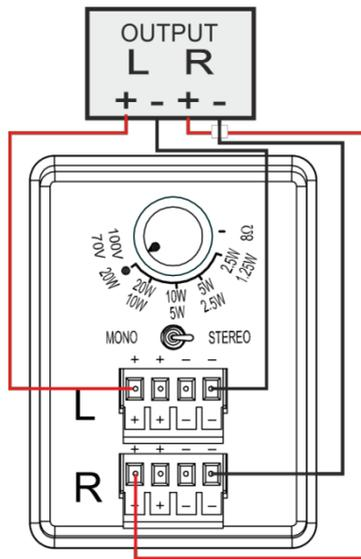
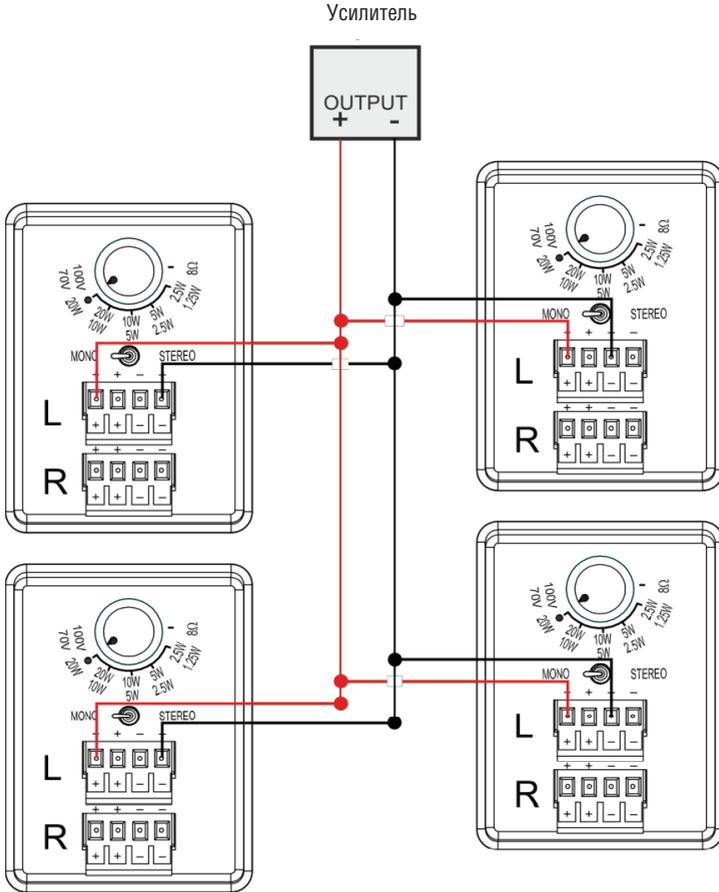

Рис. 2. Включение и настройка акустической системы Yarden 6-OD для стереофонического звучания.
Рис. 7. Квадратная компоновка с параллельным подключением
На рис. 2 показано включение акустической системы Yarden 6-OD для стереофонического звучания.
4. Отрегулируйте переключатель режима работы каждого из громкоговорителей на соответствующее значение (см. рис. 2).
Настройка на стереофонический звук (см. рис. 2)	Настройка на монофонический звук (см. рис. 7)
На рис. 7 приведен пример параллельного подключения в квадратной групповой системе: